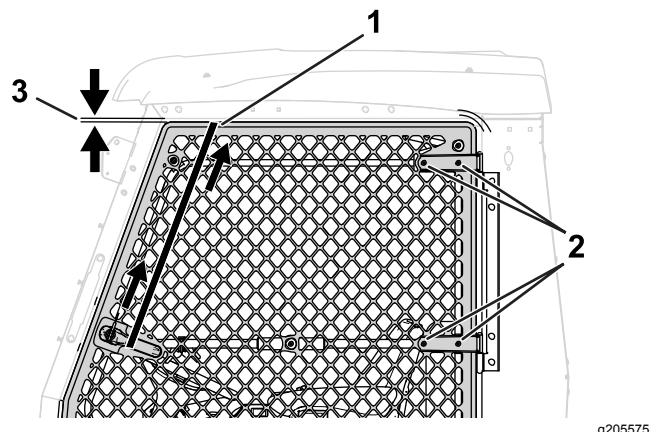

Figura 6
- Desaperte os quatro parafusos e as quatro porcas da dobradiça da porta (Figura 6).
- Aperte a cinta de roquete para empurrar a porta para cima (Figura 6). Certifique-se de que a medida da folga entre a porta e a estrutura é de 1,3 cm.
- Feche a porta e utilize uma cinta de roquete para segurar a porta (Figura 6).